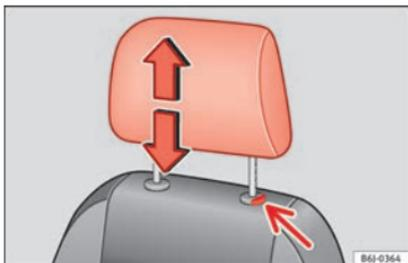

Fig. 133 Ajuste ou desmontagem do encosto de cabeça.
- Pressionar o botão » » Fig. 133 (seta).